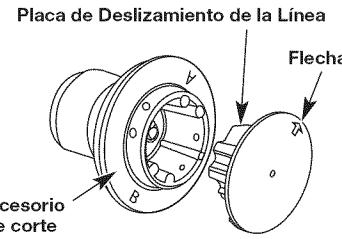

Fig. 13
3. Reinstate la placa de deslizamiento (Fig. 13). Alinee la flecha con: